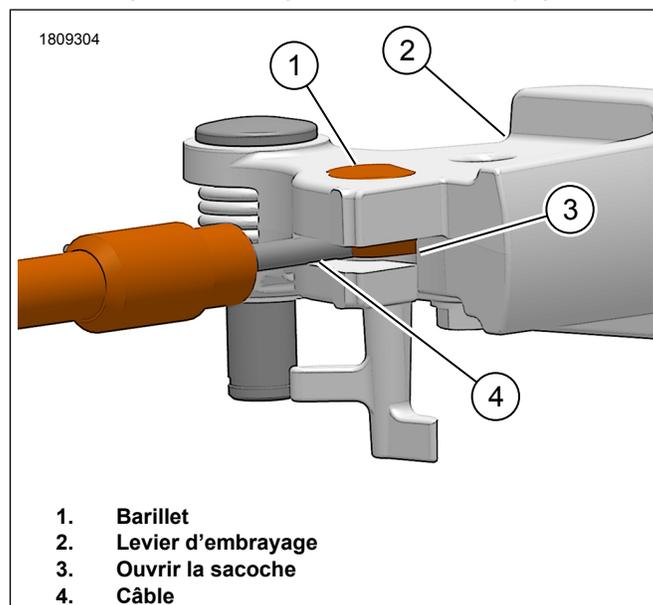

Figure 3. Câble d'embrayage au levier
- b. Voir la Figure 3. Appuyer sur le levier d'embrayage (2) pour le saisir.
8. Voir la Figure 3. Retirer le raccord du câble du levier d'embrayage (2).
10. Voir la Figure 3. Installez et réglez le câble d'embrayage (4). Consultez le manuel d'entretien.